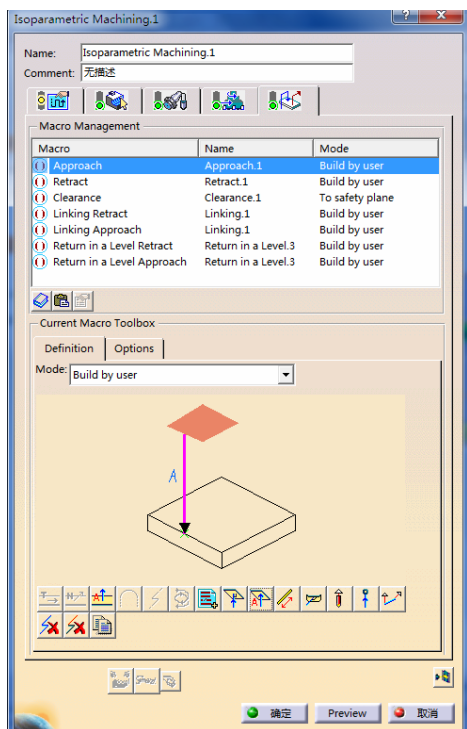

图 4-107 设置“Approach”参数(4)
- 在“Macro Management”区域的列表框中选择“Approach”, 单击鼠标右键, 在弹出的快捷菜单中选择 Activate 命令, 在“mode”下拉列表中选择“Build by user”, 依次单击按钮和按钮, 设置“Approach”参数(4)如图 4-107 所示。